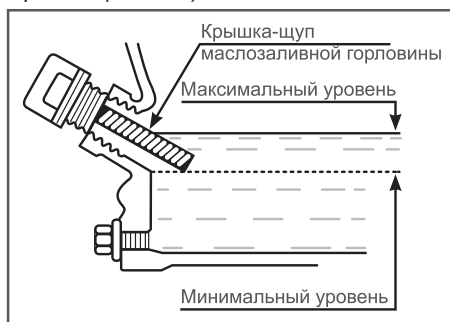

Рис. 23. Проверка уровня масла в картере
Максимальный уровень масла в картере соответствует нижней кромке заливного отверстия (Рис. 23).
- Аккуратно извлеките щуп и осмотрите его. Уровень масла должен соответствовать верхней отметке на щупе. При недостаточном уровне масла в картере необходимо долить чистое масло до верхней отметки на щупе, что соответствует нижней кромке заливного отверстия (Рис. 23).